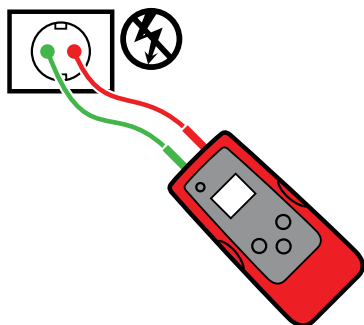

Figura 3.5a
3. Ligue os cabos de teste verde e vermelho aos cabos de linha e neutro da mesma tomada ou cabo (ver Figura 3.5a).*